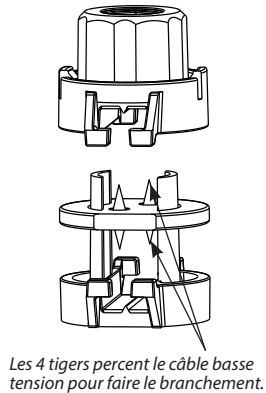

Fig. 2
3. Poussez sur le raccord, faites-le tourner, puis serrez-le. Les tiges percent les gaines des deux câbles pour procéder à leur raccordement, comme illustré dans la Fig. 2.